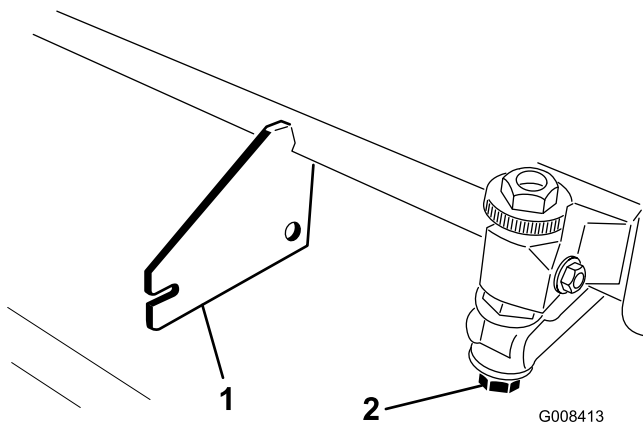

図 11
**重要** カッティングユニットを傾けてベッドナイフとリールが見えるようにする際には、ベッドバー調整ネジが床や作業台に押し付けられることのないよう、カッティングユニット後部に支えを入れて浮かせてください（図 11）。